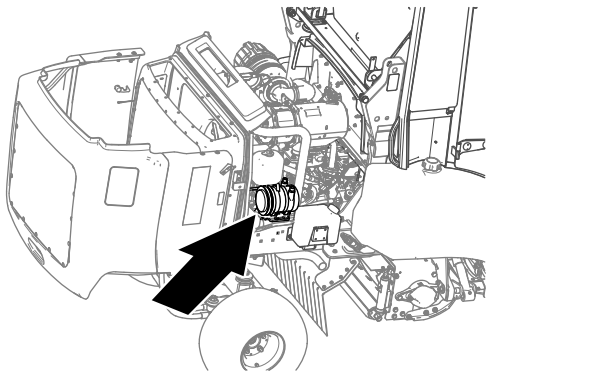

Figura 36
1. Desenganche y abra el capó (Figura 36).